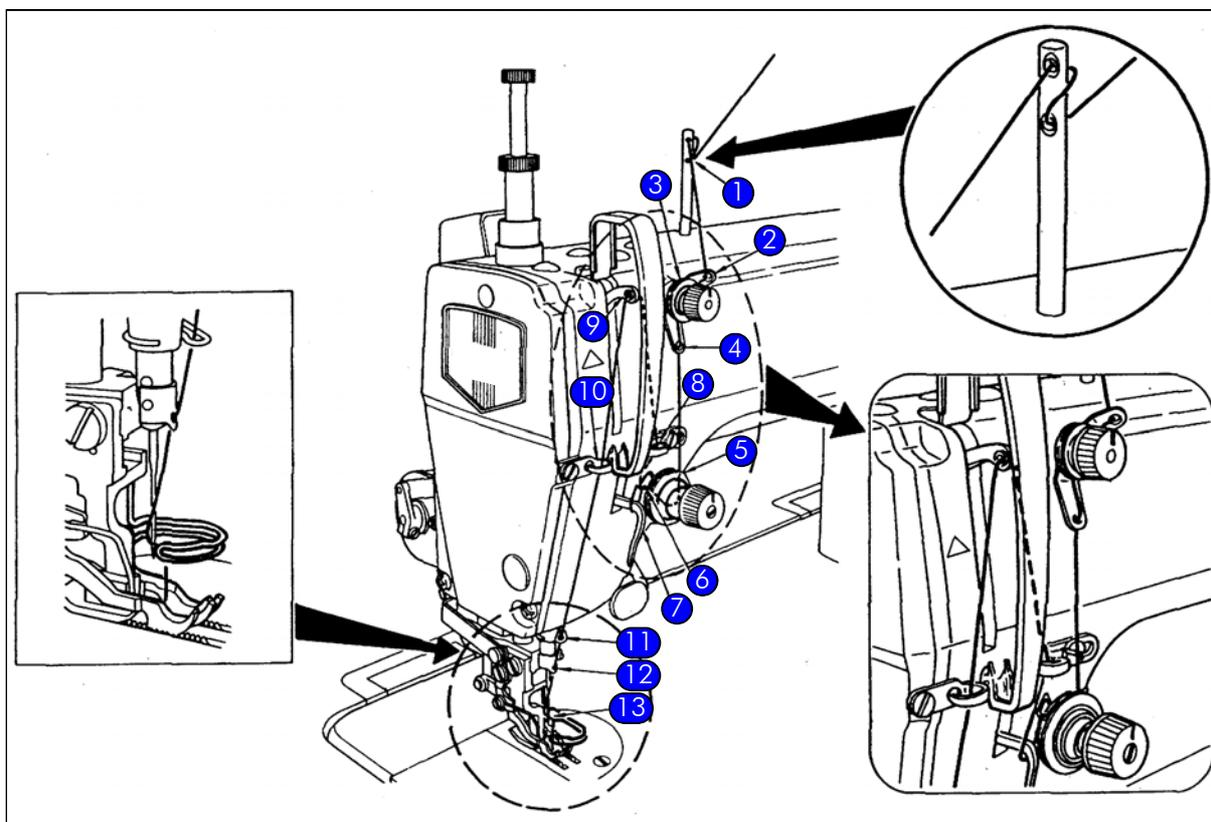

Figure 15 Pose du fil supérieur
Pose du fil supérieur (Figure 15):
- ▶ Poser le fil comme indiqué dans le dessin Figure 15.